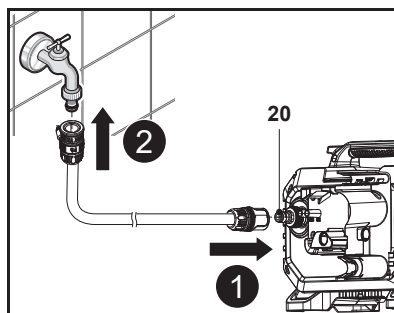

Fig. 7
2. Una a mangueira de jardim ao adaptador de entrada de água (20) no conector de entrada de água (13) da máquina (Fig. 7, passo 1). Utilize sempre um acoplamento padrão para a entrada de água. Para um funcionamento adequado, o comprimento da mangueira não pode ser superior a 8 m.
3. Conecte a outra extremidade da mangueira de jardim a uma fonte de abastecimento de água (Fig. 7, passo 2).